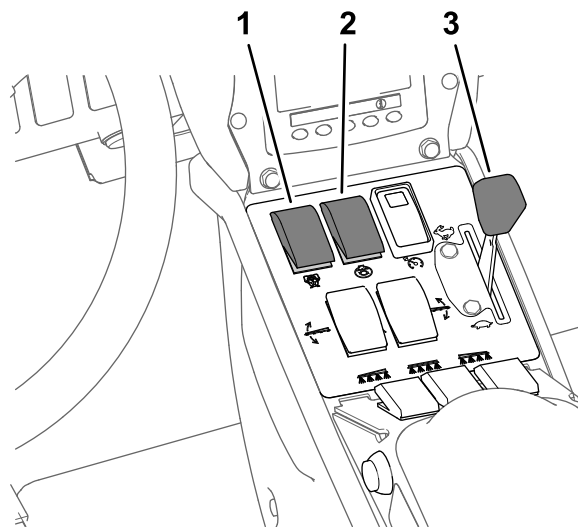

Figure 41
8. Réglez la commande d'agitation et la commande de la pompe de pulvérisation en position ACTIVÉE (Figure 41).
9. Placez la commande d'accélérateur en position HAUT RÉGIME (Figure 41).
Remarque: Cette procédure suppose que la pompe de pulvérisation est en marche; voir Figure 41 sous Pulvérisation en mode débit d'application (page 39).
4. Réglez la commande d'accélérateur au régime moteur voulu pour pulvériser; voir Figure 41 sous Pulvérisation en mode débit d'application \(page 39\).